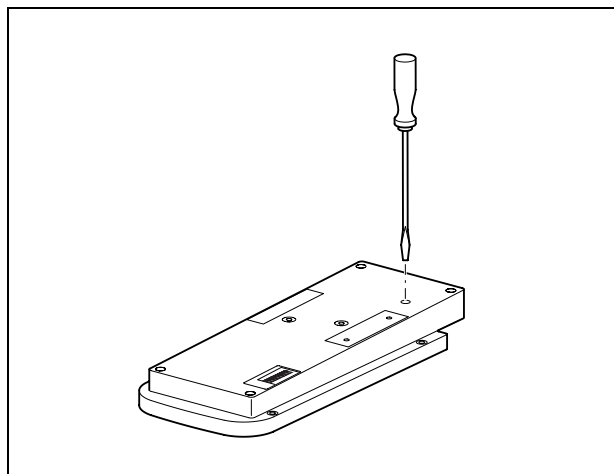

figura 5.1: Ajuste del volumen de salida
- 1 Utilice un destornillador para ajustar el volumen de salida de la estación de llamada. Gire en el sentido de las agujas del reloj para aumentar el volumen de salida o gire en el sentido contrario para disminuirlo. Véase figura 5.1.